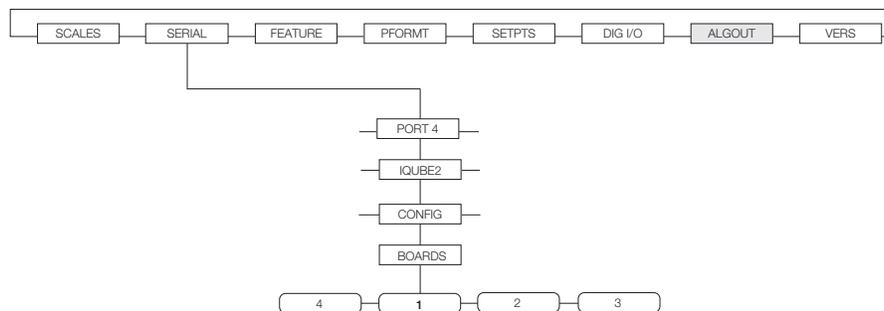

Figura 3-3. Menú de selección de tarjetas
1. Navegar por el menú Serial como mostrado en la Figura 3-3.